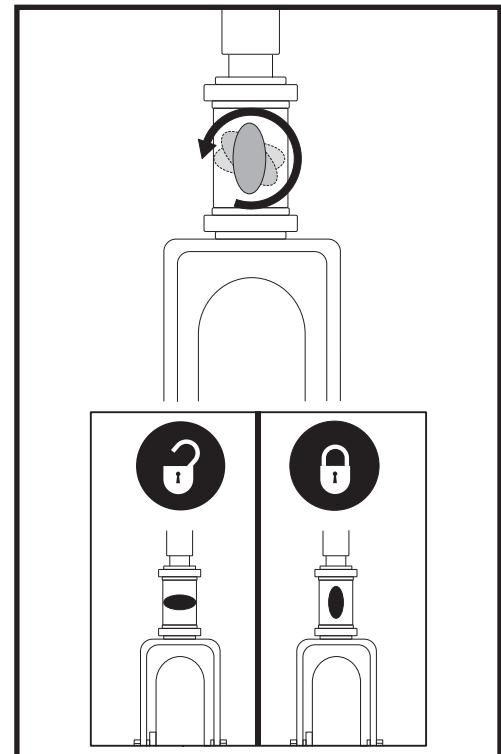

Figure 20. Bouton de verrouillage du guidon
1. Retirez la clé du contacteur à clé. Verrouillez le timon en position droite en appuyant sur le bouton de verrouillage et en le tournant de 90° dans le sens des aiguilles d'une montre. **Voir figure 20.** La roue avant doit être orientée vers l'avant pour verrouiller le timon.